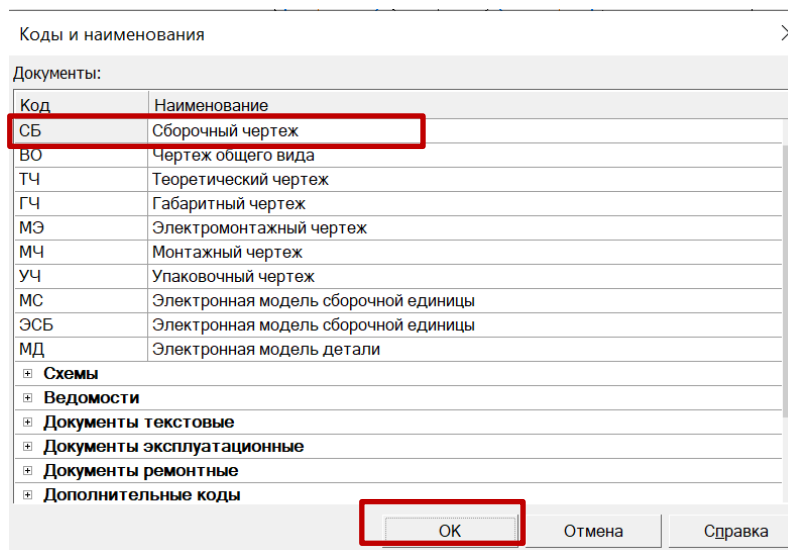

Рис. 3 Выбор кода для конструкторского документа
- **Дерево чертежа – Свойства документа – Код документа.** Для сборочного чертежа выбрать код СБ (рис. 3, 4).